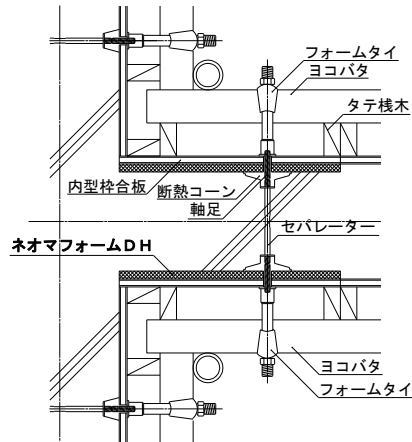

図 8 : 平面図 (型枠建込み時)
②型枠の建込みとコンクリート打設
- ・セパレーターおよび軸足、断熱コーンを用いて型枠を建込み、コンクリートを打設する。(図 8)